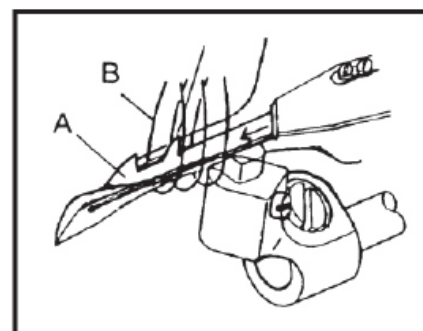

Рис. 46-1
1. Когда подвижный нож (A) перемещается влево, он должен пройти через петлю (B) игольной нити (Рис. 46-1)